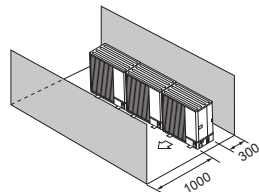

Fig. 2-18
- (4) Obstruções ou superfícies fechadas apenas na parte da frente e de trás (Fig. 2-18)